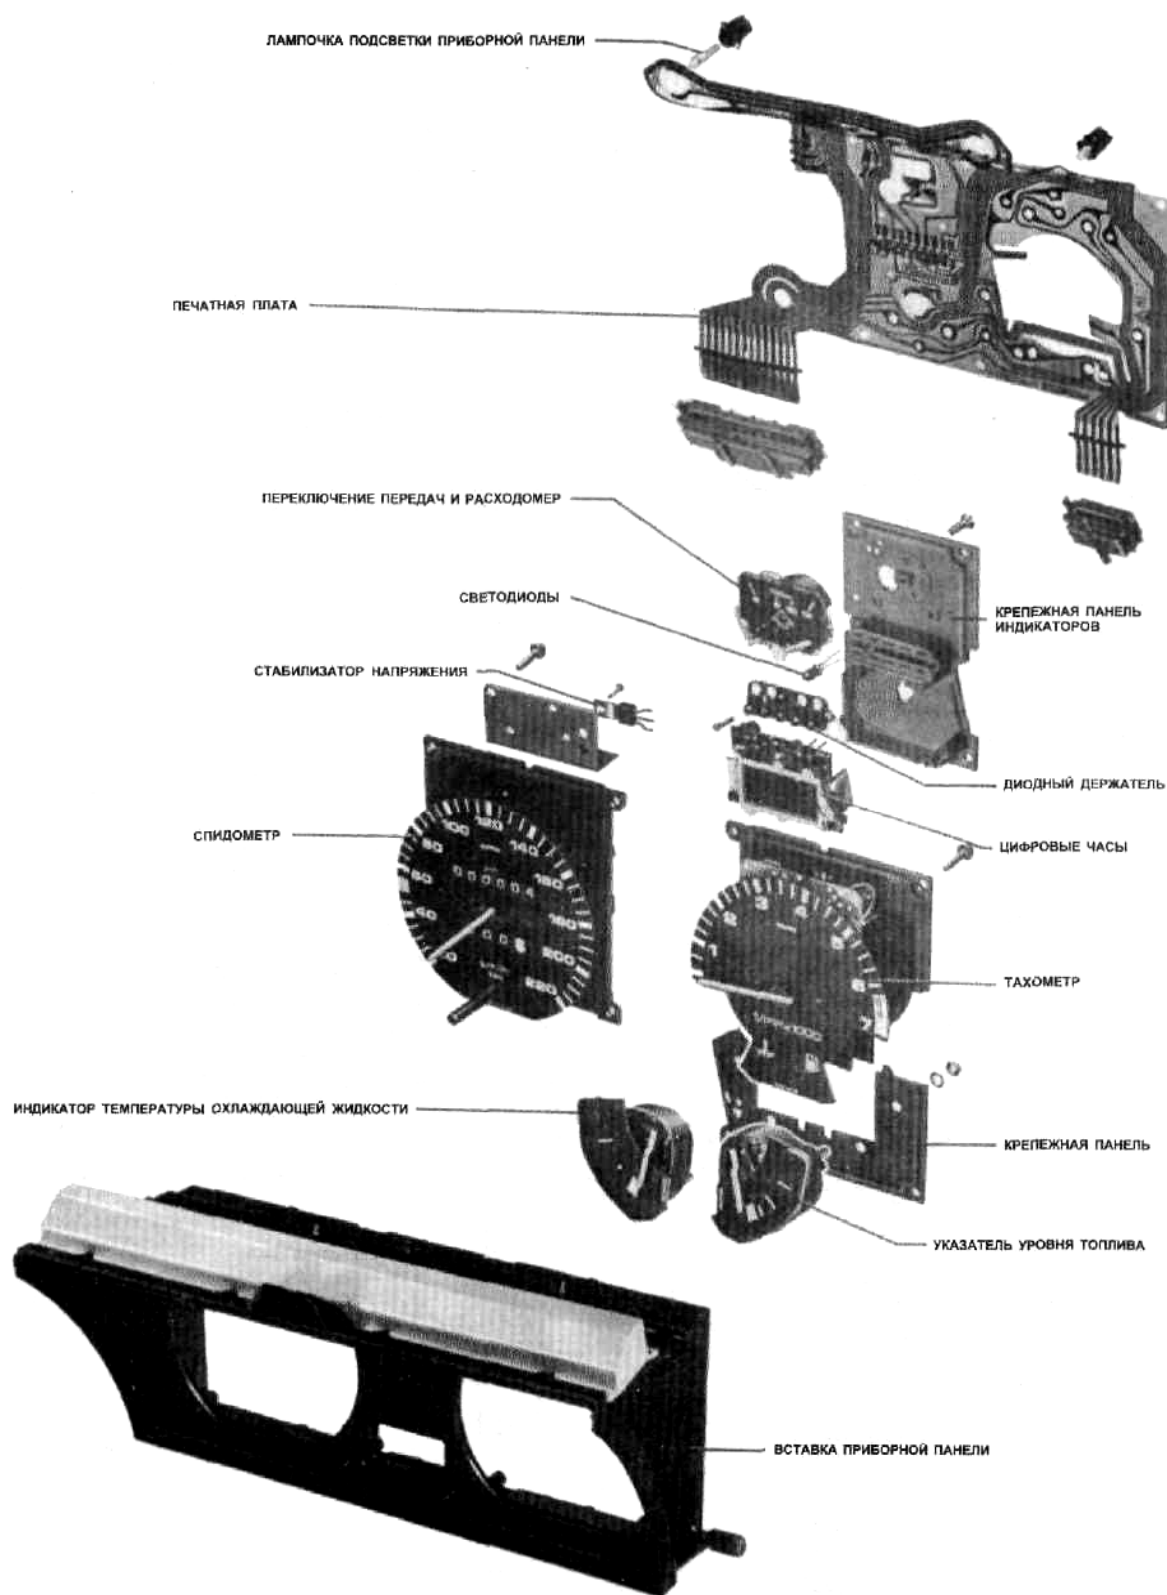

Рис. 10.29 Вид в разборе приборной панели с цифровым датчиком времени и индикатором переключения передач/потребления (Глава 20)
- 2 Снимите соответствующий блок, как показано на Рис. 10.29 или 10.30, но обратите особую осторожность, чтобы не повредить фольгу печатной схемы.